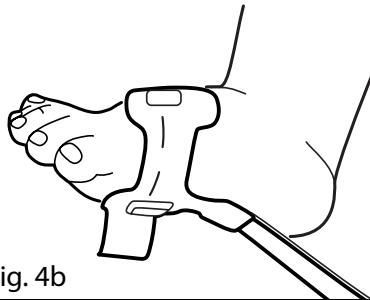

Fig. 4b
3. Se reporter à la **fig. 4b**. Envelopper la bande adhésive autour du pied et s'assurer que l'émetteur (boîtier blanc) s'aligne avec le détecteur. Veiller à maintenir l'alignement du détecteur et du boîtier de l'émetteur lors de la pose de la bande adhésive pour fixer le capteur. Vérifier que le capteur est correctement positionné et le remettre en place si nécessaire. Continuer à enrouler le reste de la bande adhésive autour du pied.